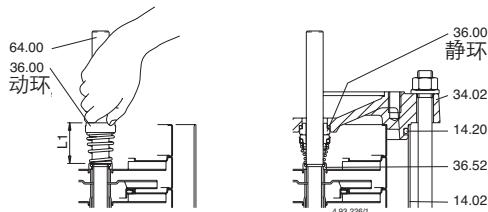

图.5 插入机械密封
5. 拆下螺栓(61.07)和笼型支架(32.00),其和轴承(66.00)及联轴器(64.22)作为整体从上端盖(34.02)顺轴(64.00)抽出(图.5)。
检查安装前后的长度并把动环升起到与原始长度(L1 图5)一致。